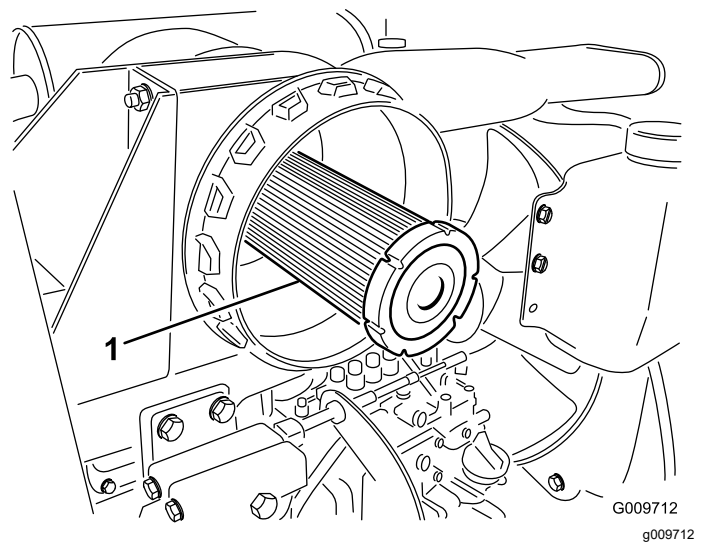

Figura 90
**Importante:** No intente limpiar el filtro de seguridad (Figura 90). Sustituya el filtro de seguridad después de cada tres revisiones del filtro primario.